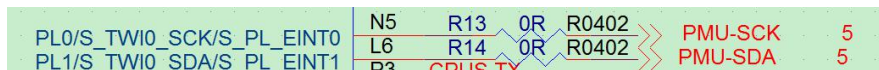

图 2-19 IIC 通讯总线设计
- GPIO PL0 和 PL1 为主控与 PMIC 专用的 IIC 通讯总线，内部有 4.7K 上拉，不建议与其余 I2C 设备共用。如图 2-19。